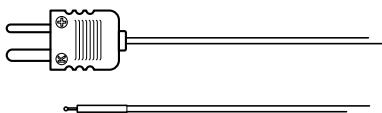

Figura 5.3 Termocoppia tipo K in dotazione
2. Collegare un connettore maschio subminiature per termocoppia tipo K (vedere la **Figura 5.3**) alla presa nel vano superiore.